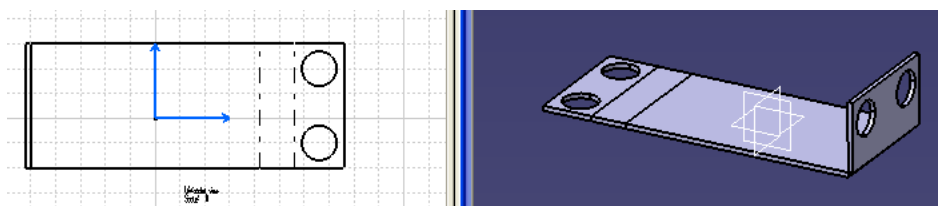

图 8-9
(2) 在菜单中选择 Windows → Tile Vertically, 选择 Unfolded View 后点击  (鼠标各控制两个窗口), 其效果如图 8-9。